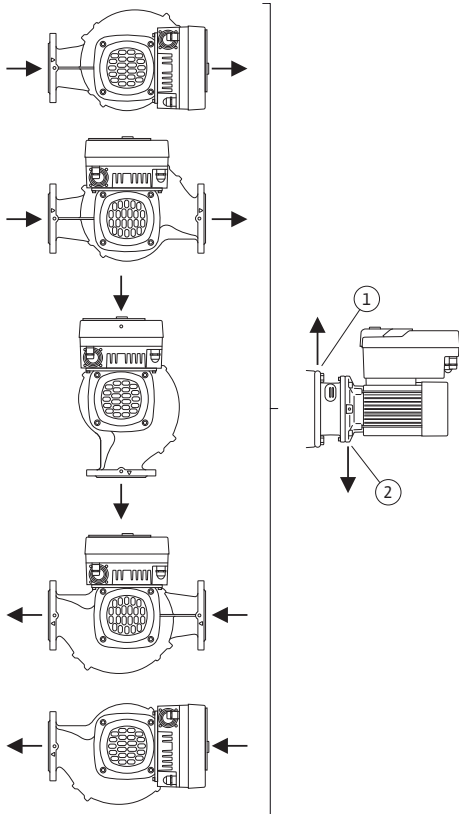

Fig. 19: Sallitut asennusasennot, vaakasuuntainen akseli
- Kun moottoriakseli on vaakasuunnassa, kondenssivesiaukon pitää olla alaspäin (Fig. 19, pos. 2). Tarpeen vaatiessa moottoria pitää kiertää.